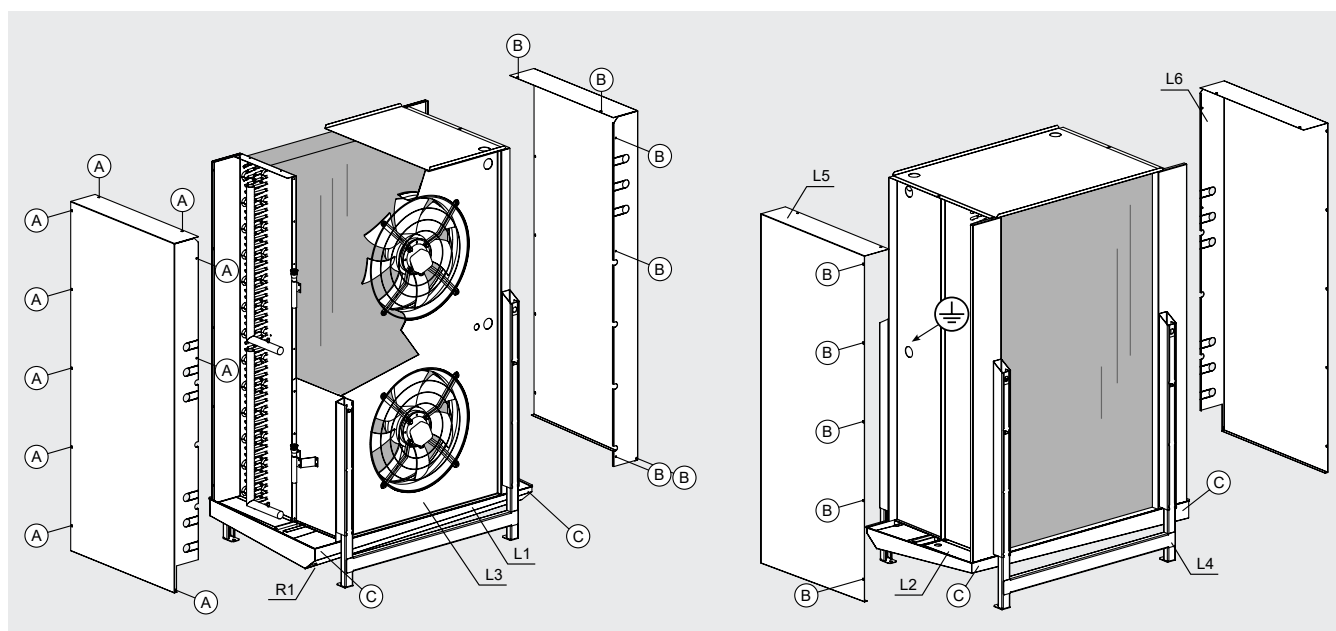

Figura 5
- 8.1 Svitare le viti "B" e sfilare lateralmente il coperchio L5 per accedere ai collettori e distributori. Per le connessioni utilizzare le apposite aperture sul fianco del coperchio L5. Vedi Figura 5.